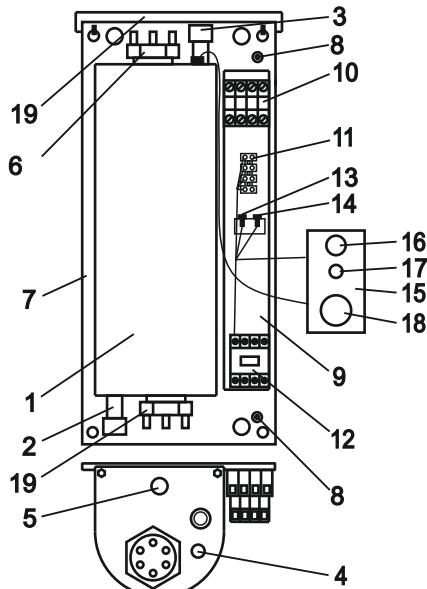

Рисунок 2 (кожух не показан):
4.2 Приборы ЭВАН-С2 -3; -4; -5; -6; -7; -9; -12; -15; -18; -21; -24; -30 в соответствии с рис. 2 состоят из следующих основных частей:
- котла (1) с входным (2) и выходным (3) патрубками G 1 наружн. для ЭВАН-С2-3-7, G 1 $\frac{1}{4}$ внутр. для для ЭВАН-С2-9-30, датчиком терморегулятора (4), аварийным самовозвратным термовыключателем (5), отключающим прибор при 92° С, и блоками трубчатых электронагревателей (ТЭН) (6);
- панели (7) с зажимом заземления (8) для подключения защитного проводника РЕ;
- кронштейна (9) с размещенными на нем клеммным блоком (10) зажимом клеммным (11) для подключения циркуляционного насоса и датчика температуры воздуха, пускателем (12), предохранителем цепи управления (13) и предохранителем циркуляционного насоса (14);
- панели управления (15) с расположенными на ней элементами управления и сигнализации:
- выключателем «Сеть» (16);
- сигнальной лампой “НАГРЕВ” (17);
- терморегулятором (18), служащим для установки температуры нагрева теплоносителя.